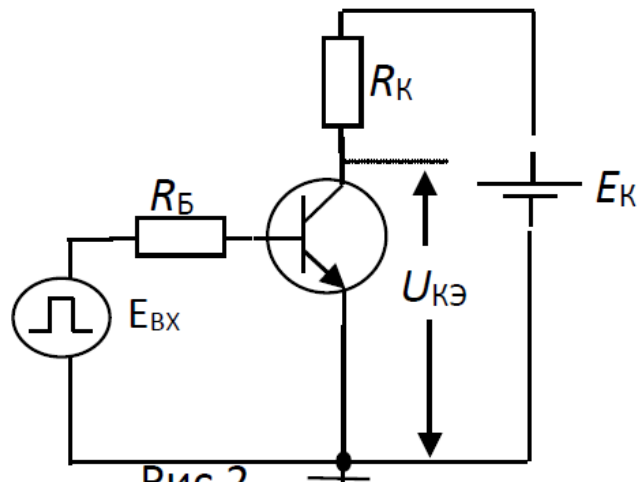

Рис.2
2. В схеме рис.2 $E_k = 10 \text{ В}$; $R_k = 10 \text{ Ом}$; $R_b = 200 \text{ Ом}$;